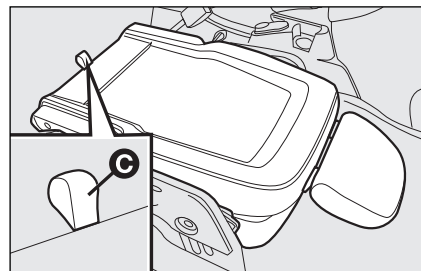

fig. 24
- ☐ trek aan de lip **C-fig. 24** en duw de rugleuning nog verder omlaag: de stoel is nu volledig ingeklapt.